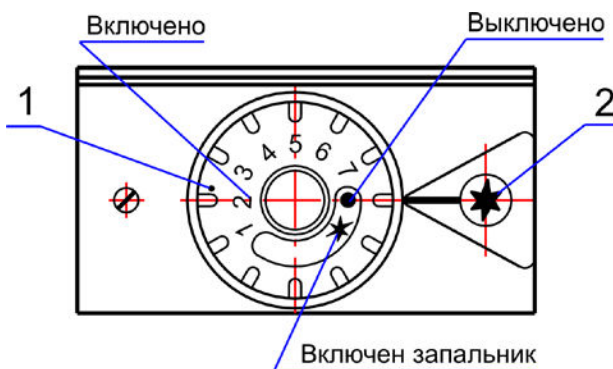
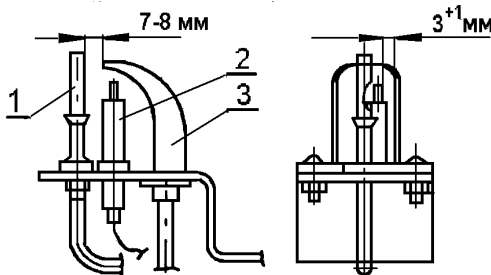

Рис.2 Блок автоматики
Рис.3 Устройство запальное
4.4. Установка требуемой температуры воды производится ручкой управления 1 (Рис.2) от 30°C до 90°C , а ее контроль выполняется по
4.6. Устройство запальное Рис.3 предназначено для крепления запальника, термопары, свечи зажигания и розжига основной горелки.
- вращать ручку управления 1 (Рис.2) без надобности;
- настраивать ручку управления 1 (Рис.2) на температуру воды выше 90°C;
- поворачивать ручку управления 1 (Рис.2) для перевода с имеющейся температуры на более низкую при неостывшей (до 60 °С) воде в баке аппарата;
- стучать по горелке, автоматике, поворачивать ручку крана газового, ручку управления 1 (Рис.2) с помощью ключей, плоскогубцев и других инструментов;
6.12. Проверьте работу пьезорозжига. При нажатии на кнопку пьезорозжига 2 (Рис.2) должна проскакивать искра между электродом свечи 2 (Рис.3) и запальником 3 (Рис.3).
6.15. Установите ручку управления 1 (Рис.2) блока автоматики в положение «Выключено» ●.